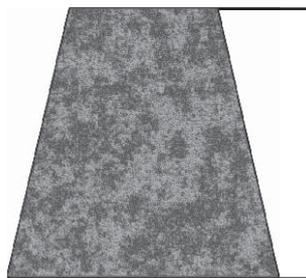

Fig. 20d
**REMARQUE** : concernant la forme de coupe, une forme trapézoïdale est recommandée (voir Fig. 20d). Une coupe trapézoïdale correspond à la croissance naturelle des plantes et favorise au mieux la croissance de la haie, car elle expose la partie inférieure de la haie à davantage de lumière.